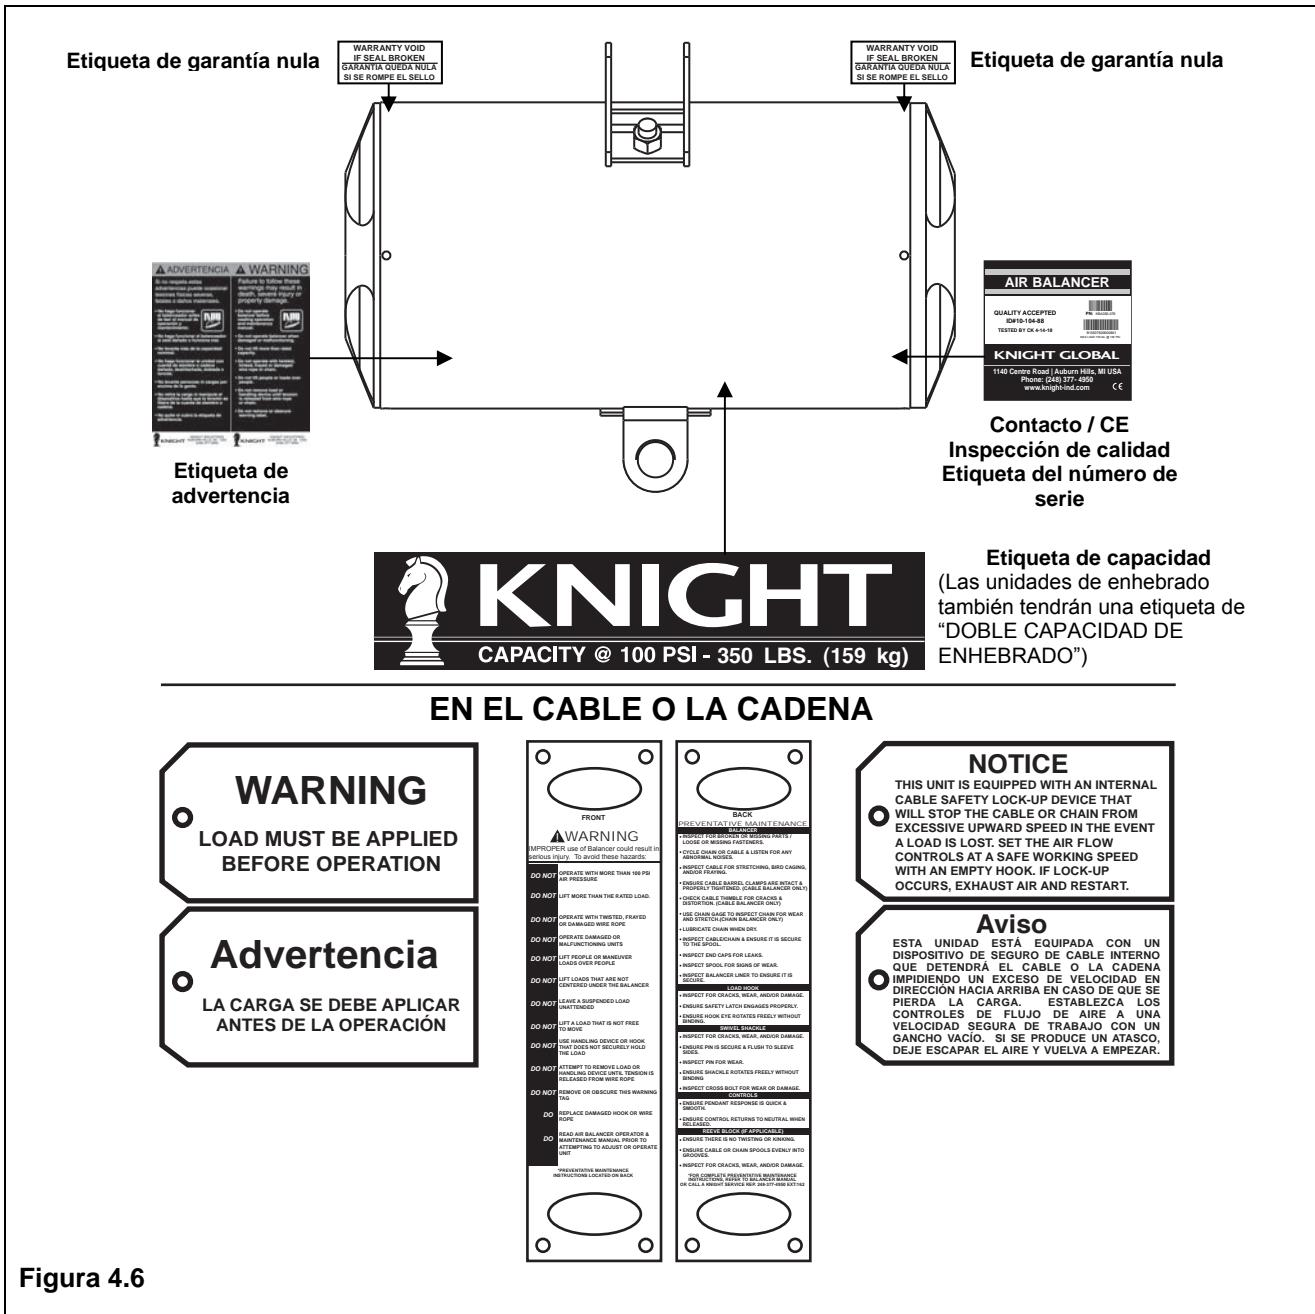

Figura 4.6
- Asegúrese de que todas las etiquetas están intactas y son inteligibles (ver Figura 4.6, página 4-10). Reemplácelas si lo considera necesario.